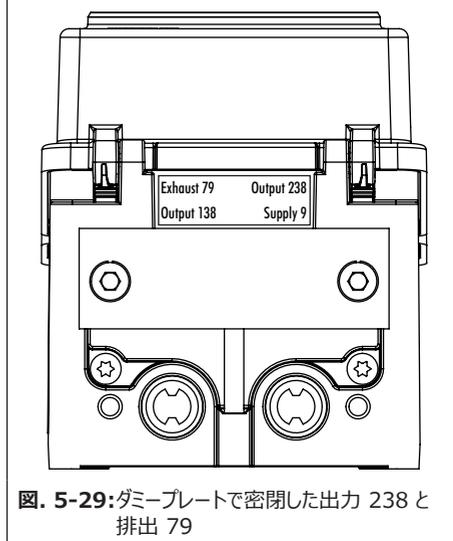

図. 5-29: ダミープレートで密閉した出力 238 と 排出 79
- 空気圧出力が 1 つしか使用できない場合、出力 238 と排出 79 をダミープレートで密閉します (図. 5-29 を参照)。
出力 138 の信号を使用して、シングルアクション空気式アクチュエータを制御します。出力 238 と 79 は密閉します (図. 5-29 を参照)。2 つの空気圧モジュールを使用することで、エアキャパシティを倍増できます。